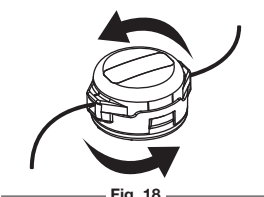

Fig. 18
- Tenez le couvercle du dessus (celui avec les flèches) et tournez la tête de coupe vers la gauche pour embobiner la ligne sur la bobine jusqu'à ce qu'il ne reste plus que 12,7 cm (5 pouces) de ligne dépassant de chaque côté de la ligne de coupe. (Fig. 18)